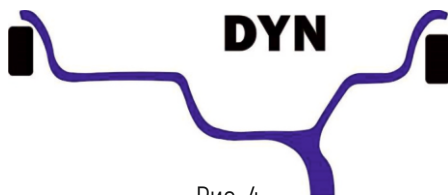

Рис. 4
- По окончании балансировки закрепите набивные грузики на краях ободов с обеих сторон согласно рис.4